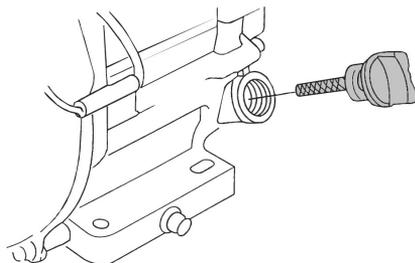

Рис. 8 Крышка-щуп маслосливной горловины
2. Открутите крышку-щуп маслосливной горловины и извлеките щуп (Рис. 8).
2. Выкрутите крышку-щуп маслозаливной горловины и извлеките щуп (Рис. 8).